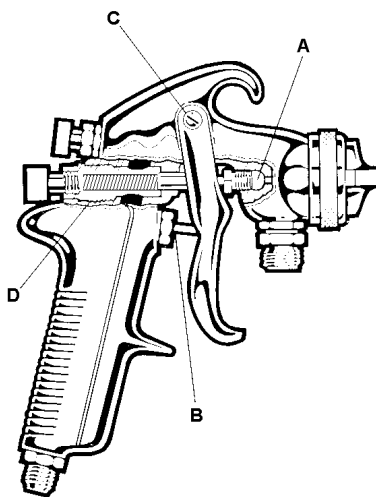

Figura 22 - Puntos de lubricación
Luego de limpiar una pistola de pulverización con un limpiador de pistolas, asegúrese de lubricarla según lo indica la Figura 22.
40. ¿Qué partes de la pistola requieren lubricación? (Figura 22)